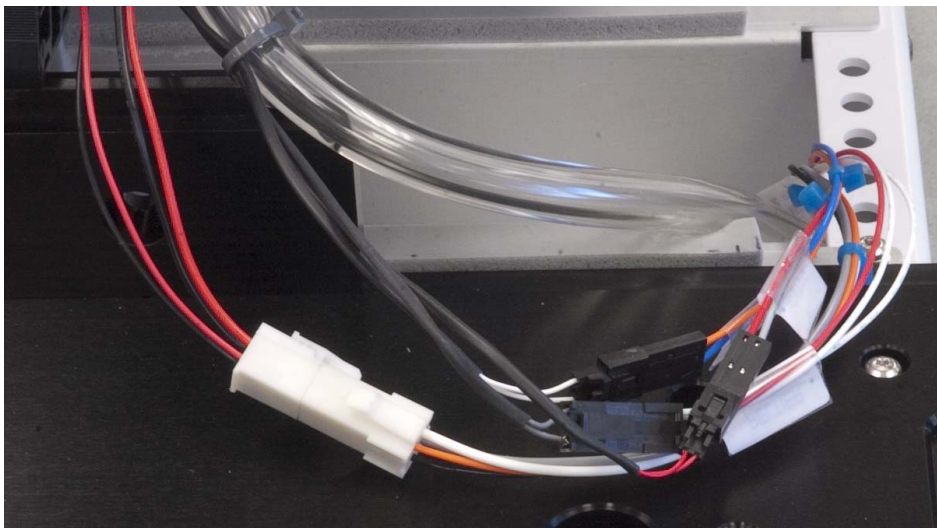

Figura 53 Conexión de los cables
- 38** Conecte todos los cables. Cada cable cuenta con un arnés de tamaño distinto. No fuerce el arnés a fin de que encaje en el arnés erróneo (Figura 53).